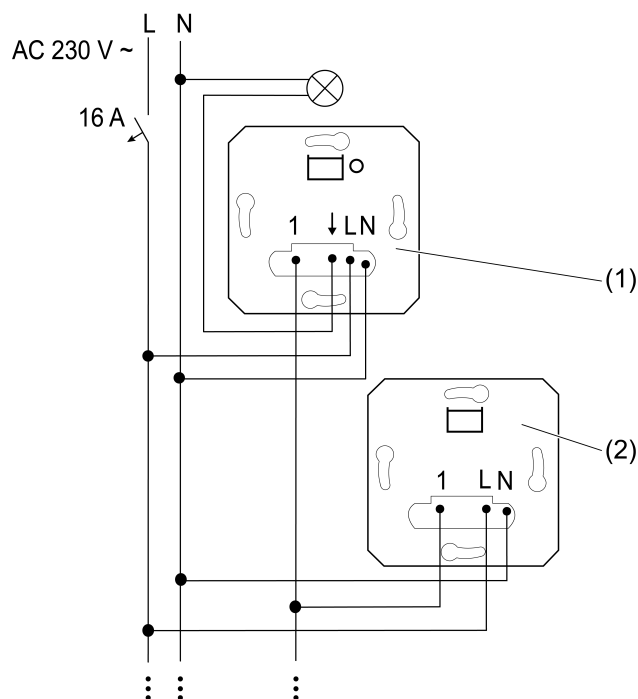
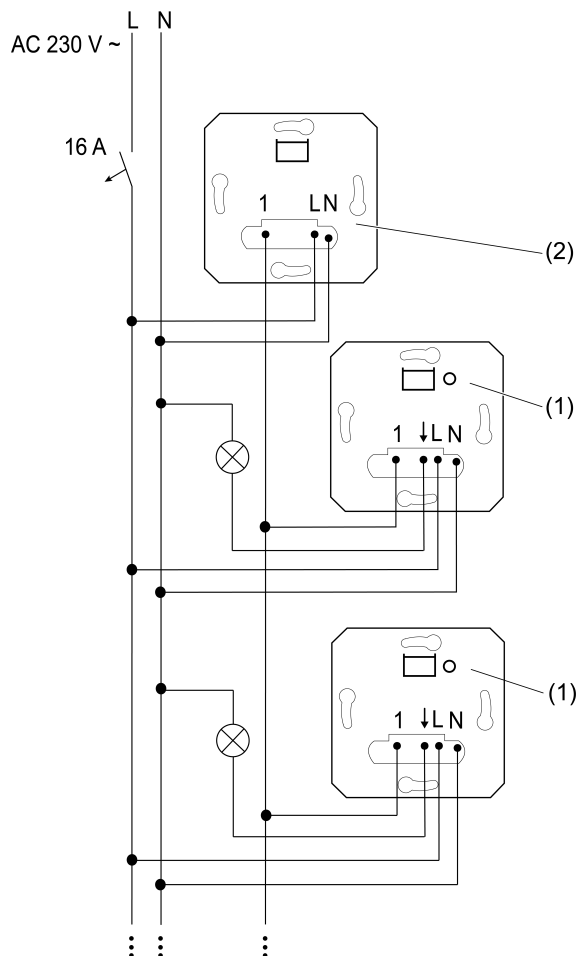
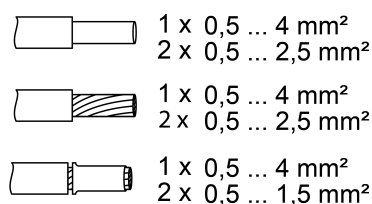

Figure 1: Schéma de raccordement de postes auxiliaires trifilaires sur un poste principal
Figure 2: Schéma de raccordement de plusieurs postes principaux à un poste auxiliaire trifilaire pour la commande centrale
Figure 3: Sections transversales de conducteur pouvant être bloquées
- i** Il est possible de raccorder jusqu'à dix postes auxiliaires trifilaires (2) à un poste principal (1) (Figure 1).
- i** Un poste auxiliaire trifilaire (2) permet de commander conjointement jusqu'à cinq postes principaux (1) identiques ou différents (Figure 2).
- Raccorder le poste auxiliaire (2) conformément au schéma de raccordement (Figure 1) et (Figure 2). Lors de cette opération, respecter les sections transversales de conducteur pouvant être bloquées (Figure 3).